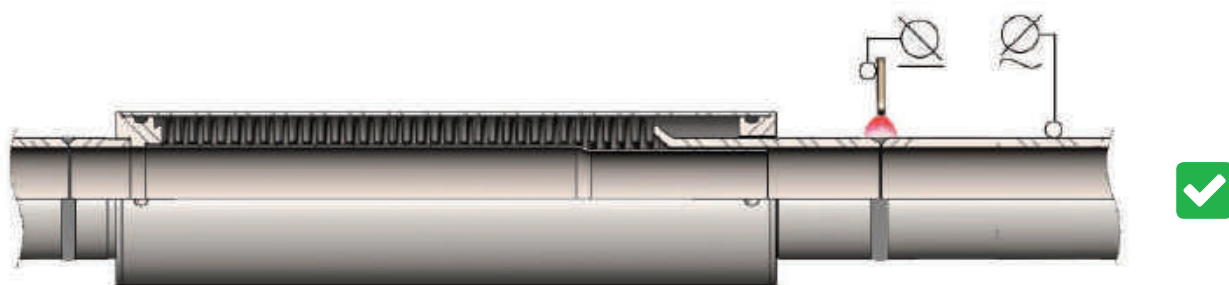
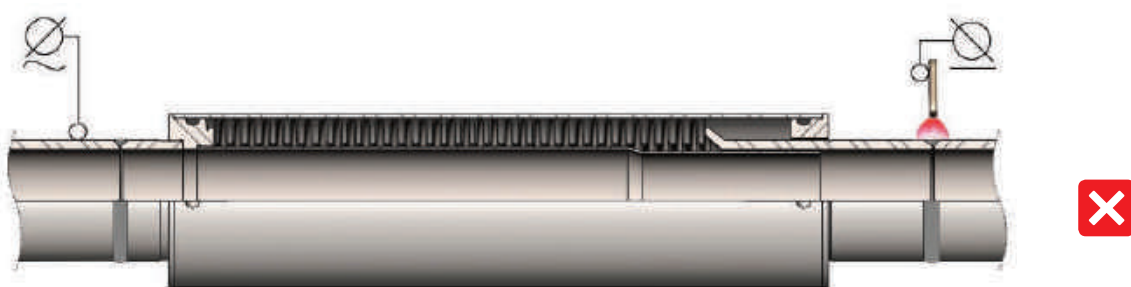

Рис.11
Рис.12
2.7. Масса сварочного аппарата должна быть закреплена к трубопроводу с той стороны компенсатора, которая приваривается к трубопроводу, чтобы электрический ток не проходил через компенсатор (рис.11, рис.12).